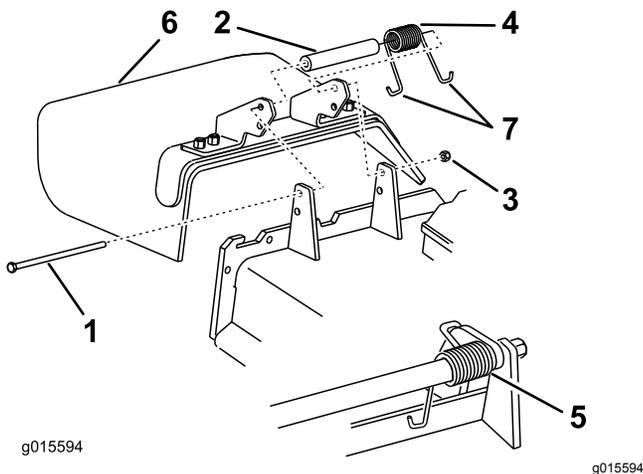

Figura 90
1. Retire la contratuerca, el perno, el muelle y el espaciador que sujetan el deflector a los soportes de pivote (Figura 90).
Nota: Asegúrese de colocar un extremo con gancho en J del muelle detrás del reborde de la carcasa antes de instalar el perno, según se muestra en Figura 90.
6. Coloque 1 extremo en J del muelle alrededor del deflector de hierba (Figura 90).